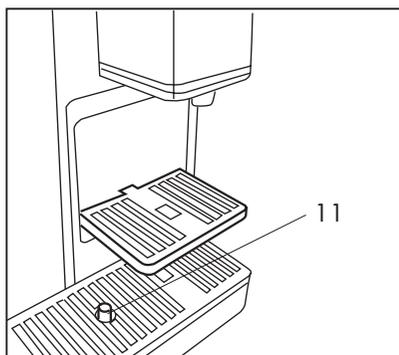

Fig. 18
Quando il galleggiante livello vaschetta rosso (11) sporge dal foro (Fig. 18) significa che l'acqua di raccolta nella vaschetta sta superando il livello massimo.